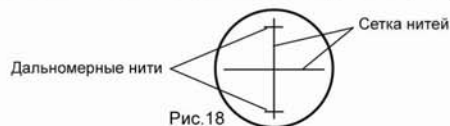

Рис.18
1) Наведитесь на рейку и посчитайте количество сантиметровых делений $\varnothing$ между двумя дальномерными нитями. (Рис.18)